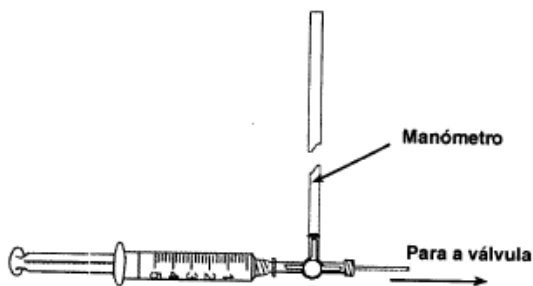

Figura A-1
1. Monte o manômetro, a válvula de segurança, a seringa e o tubo (figura A-1)